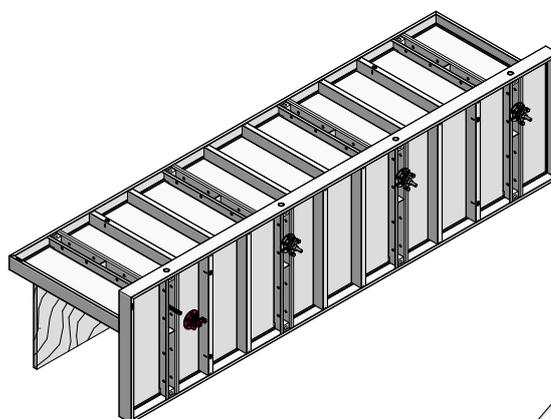

Abb. 42.1
2. Beide Elemente mit der Spannschraube M350/EA und Gelenkflanschmuttern oder Flanschmuttern verbinden. Es sind stets alle Spannstellen für Spannschrauben zu belegen (Abb. 42.1).